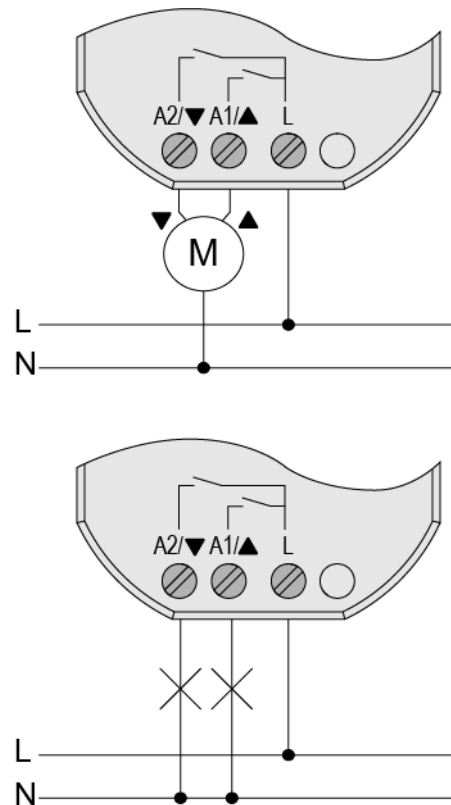

Bild 5: Anslutning av lasten
- Anslut lasten enligt anslutningsexemplet (se bild 5).